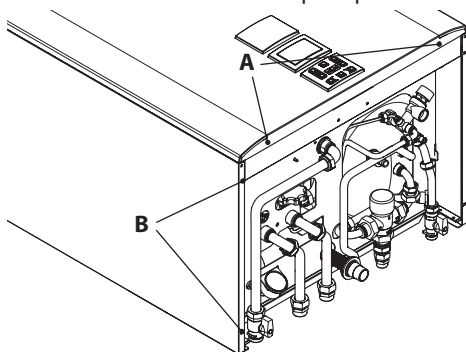
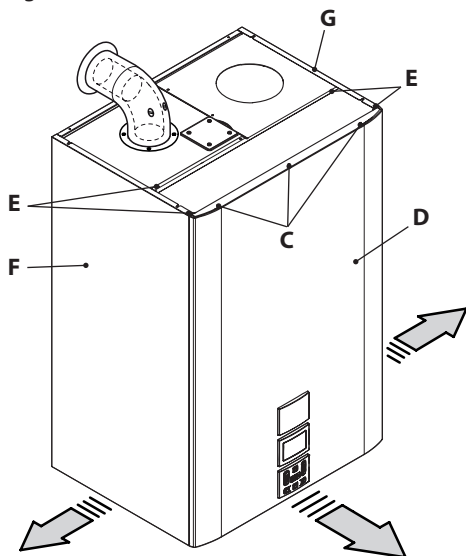

Figura 9.6
Figura 9.7
nello frontale **D** tirandolo fortemente verso di sé (Figura 9.6 e Figura 9.7).
- Togliere le viti **E** in Figura 9.7 e rimuovere la traversa.
- Allentare le viti **B** in Figura 9.6 e togliere il pannello laterale **F** in Figura 9.7 tirandolo verso l'esterno.